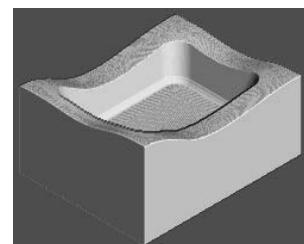

图 3-46 仿真加工结果 5
2) 在“仿真”工具栏的“当前刀具路径”下拉列表中选择要模拟的刀具路径 finish2，然后单击“执行”按钮 $\triangleright$ ，系统开始自动仿真加工，仿真加工结果如图 3-46 所示。